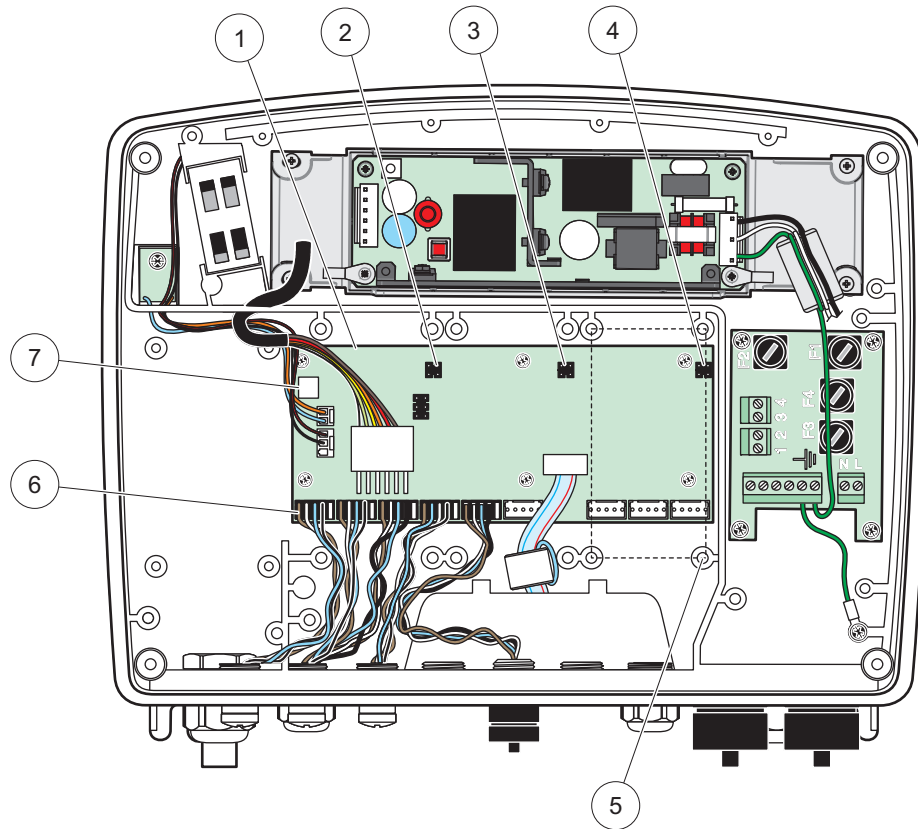

図 17 拡張カード メイン回路基板接続部
4. カードコネクタをメイン回路基板の適切な接続位置に取り付けます (図 17)。
3. カード コネクタをメイン回路基板の適切な接続部に取り付けます (図 17)。
3. カードコネクタをメイン回路基板の適切な接続位置に取り付けます (図 17)。